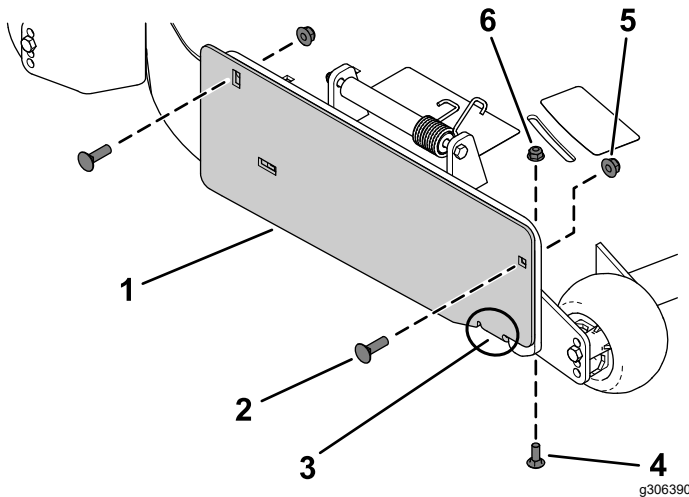

Bild 3
1. Befestigen Sie die Auswurfabdeckplatte mit zwei Schlossschrauben (3/8" x 1 1/4") und zwei Sicherungsmuttern (3/8") an der Außenseite der Befestigungshalterung, wie in Bild 3 abgebildet.
2. Befestigen Sie die Nase mit einer Schlossschraube (5/16" x 7/8") und einer Bundmutter (5/16") an der Innenseite des Mähwerks, wie in Bild 3 abgebildet.